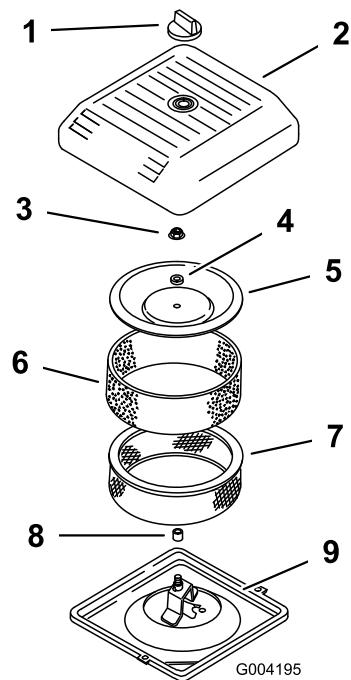

Figura 155
3. Svitare la manopola e rimuovete il coperchio del corpo del filtro (Figura 155).
4. Fate scorrere attentamente il prefiltro in schiuma sintetica fuori dall'elemento di carta (Figura 155).
5. Svitare il dado del coperchio e rimuovete il coperchio, il distanziale e il filtro di carta (Figura 155).